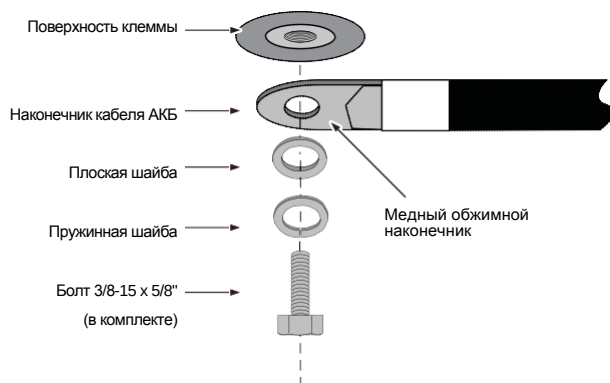

Рис. 3-7. Подключение кабеля аккумулятора
- При подключении соблюдайте полярность. См. рис. 3-7 (выше), на котором показан надлежащий порядок каскадирования устройств.
6. Подключите ОТРИЦАТЕЛЬНЫЙ (-) провод АКБ к ОТРИЦАТЕЛЬНОЙ (-) клемме постоянного тока на инверторе INV1. При подключении соблюдайте полярность. См. рис. 3-7 (выше), на котором показан надлежащий порядок каскадирования устройств.